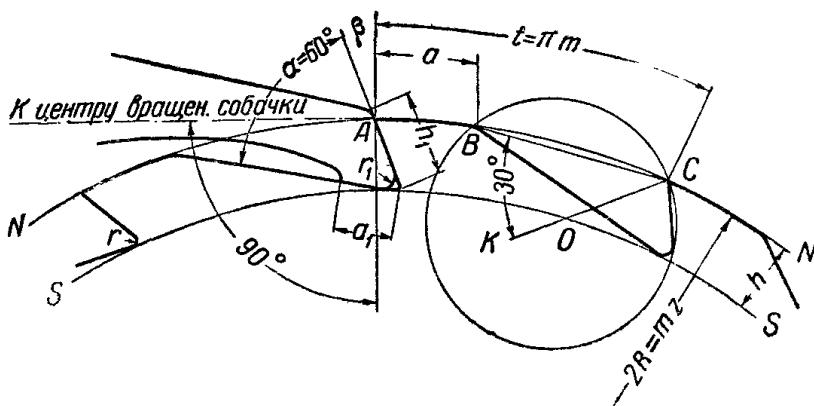

Рис. 1.
- 1) начальная окружность NN (см. рис. 1),
- 2) окружность оснований зубцов SS (см. рис. 1) и